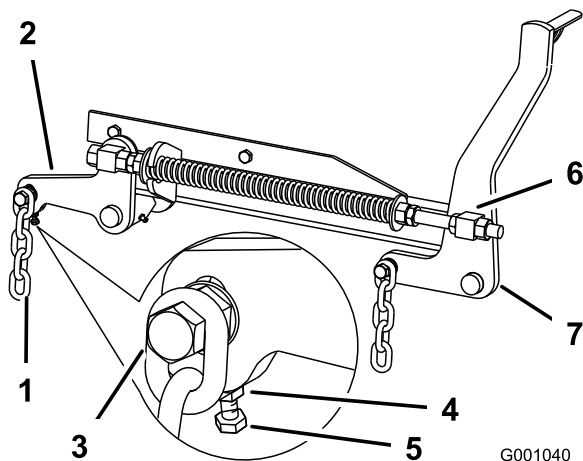

Figura 104
7. Si las medidas realizadas en las posiciones **B** o **C** no son correctas, afloje el perno que fija la cadena trasera al brazo de soporte trasero (Figura 104).
7. Afloje las contratuercas de pivote delantero, en la parte delantera de los pivotes derecho e izquierdo, unos 13 mm (Figura 104).
8. Ajuste las tuercas de elevación en el lado izquierdo y derecho de la máquina hasta obtener una distancia de 6 a 10 mm menos en la parte delantera en **A** que en la parte trasera, en **B** (Figura 104).
8. Afloje la contratuerca situada debajo del brazo de soporte trasero y ajuste el perno de ajuste hasta obtener una medida de 80 a 83 mm; consulte Figura 104.